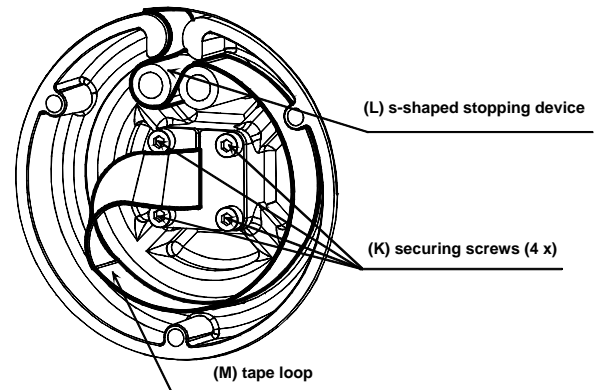

Figura 10-7
- Com a mesma chave desaperte 4 parafusos (K) do fixador da anilha, como mostra a Figura 10-7.
- Faça com a fita uma curva (M) e outra em forma de S (L), como mostra a Figura 10-7.
- Aperte as juntas e anilhas montadas no centro do eixo com o fixador e os seus 4 parafusos (K) como mostra a Figura 10-7.